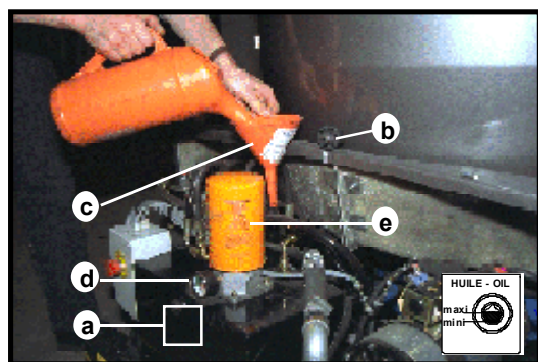

Fig. 1 - Remplissage du réservoir.
- Remplir le réservoir par l'orifice du reniflard à l'aide d'un entonnoir (Fig.1).